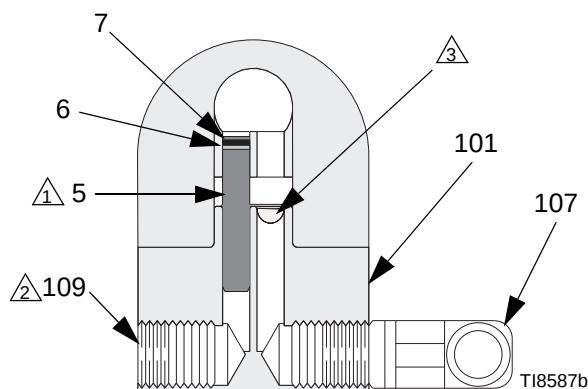

ABB. 1: Aufbau für ein Nicht-Zirkulationssystem (Schnittansicht)
1. Siehe ABB. 1. Gleitmittel 222955 auf das Gewinde und die Passflächen des Verteilers (101), einen Stopfen (109) und einen Bogen (107) auftragen, die in nicht zusammengebautem Zustand geliefert werden.
2. Einen Bogen (107) an einer Materialöffnung des Verteilers (101) anschließen, und einen Stopfen (109) in die andere Verteileröffnung stecken.
3. Den internen Stopfen (5) auf derselben Seite wie den Verteilerstopfen in die Pistolenmaterialöffnung stecken.
4. Die Materialzufuhrleitung am Verteilerbogen (107) anschließen.
5. Die Pistole mit den vier Schrauben (17) am Verteiler befestigen. Alle vier Schrauben ein Stück hineindrehen und zuerst die vorderen zwei Schrauben und dann die hinteren zwei Schrauben mit 7,3 N•m (65 in-lb) festziehen.
- ⚠ 2 Bei Verwendung in Zirkulationssystemen durch einen Reduziernippel (107) ersetzen.